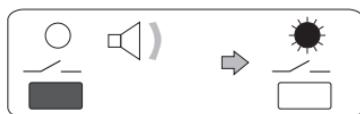
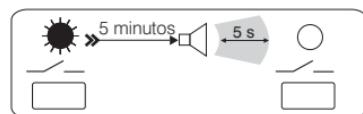

Fig. 3
Fig. 4
- Mantener presionada la **tecla "—"** hasta oír una breve señal acústica y soltarla: el mando está activado y el **LED** permanece encendido (fig. 3). Al cabo de **5 minutos** una señal acústica continua de **5 segundos** indica que el mando se está por desactivar (fig. 4). Si se desea mantenerlo activo hay que volver a presionar la **tecla "—"** antes del fin de la señal.